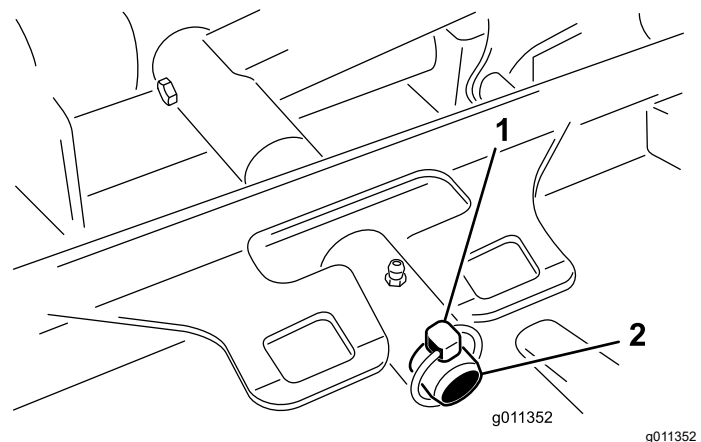

Figura 71
3. Retire o pino de sujeição (para máquinas Groundsmaster 4500) ou porca de bloqueio (para máquinas Groundsmater 4700) que fixa a estrutura de suporte da plataforma ao pino da articulação do braço de elevação (Figura 71).
2. Deslize a estrutura de suporte da plataforma até que esta fique sobre o pino da articulação do braço de elevação (Figura 71). Prenda a plataforma ao pino com o pino de sujeição (para máquinas Groundsmaster 4500) ou a porca de retenção (para máquinas Groundsmaster 4700).